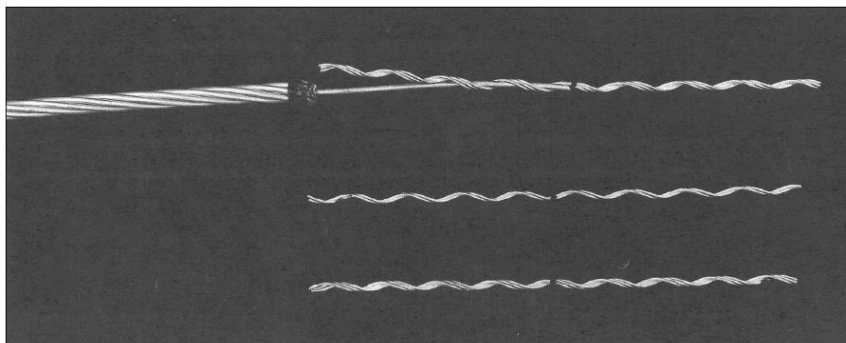

Рис. 3.
2. Алюминиевые повивы на длину $1,2 \times 0,5$ полной длины соединительного зажима) и сердечники обоих соединяемых проводов необходимо очистить от грязи и смазки, обезжирить ветошью, смоченной в бензине. Выберите прядь спирального Зажима-соединителя стального сердечника, которая содержит наибольшее количество спиральных проволок. Начните монтаж с расположения центральной метки пряди у торца стального сердечника одной из соединяемых частей провода и накрутите половину ее длины на сердечник (см. рис. 3), при этом удалив временный бандаж с сердечника.